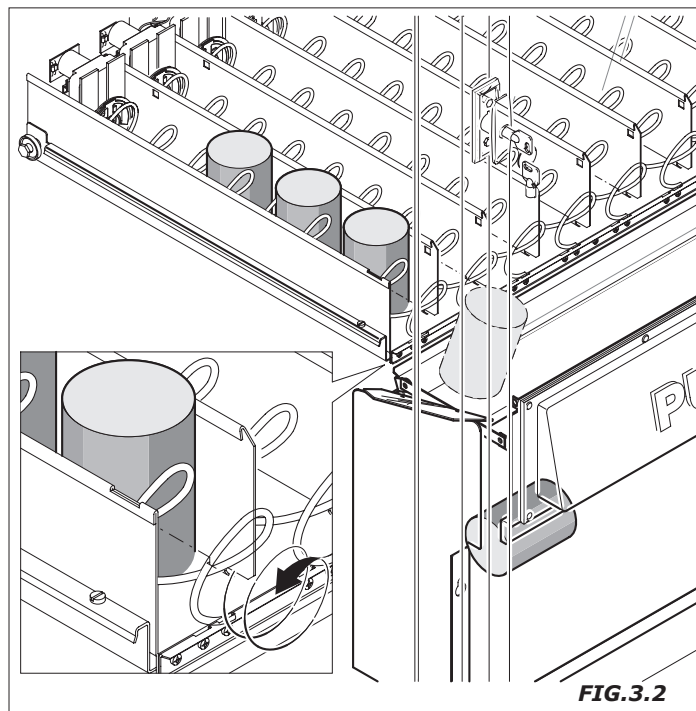

FIG.3.2
- o motor da espiral onde encontra-se o produto escolhido, efetua uma rotação completa (360°) deixando cair o produto na zona de distribuição (Fig. 3.2).